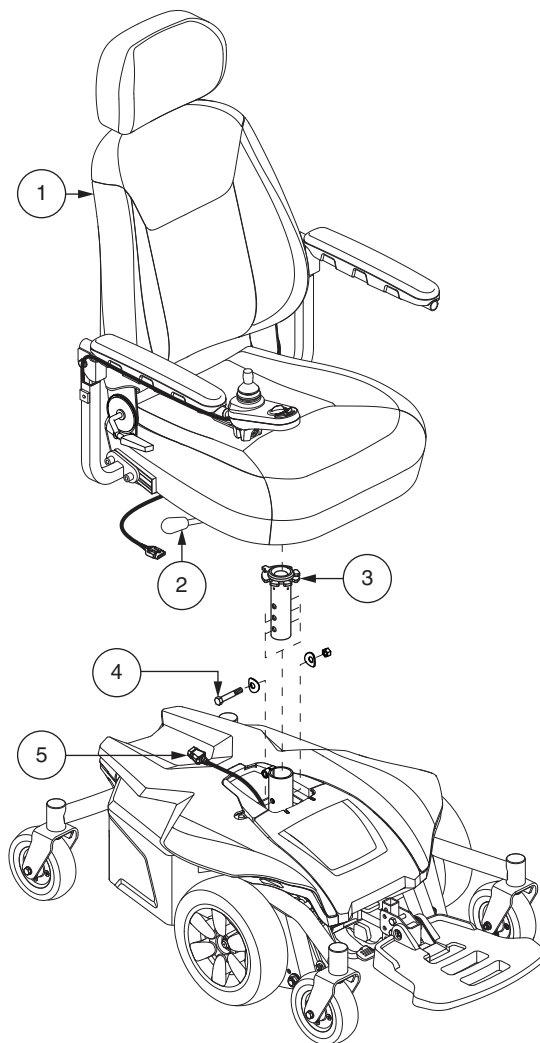

Bild 10. Einstellung der Sitzhöhe
3. Ziehen Sie den/die Steuerungsstecker aus dem Netzteil. **Siehe Bild 10.**
4. Klappen Sie den Sicherungsriegel des Sitzes hoch. **Siehe Bild 10.**
6. Lösen Sie die Befestigungselemente an der Rückseite der Sitzstütze. **Siehe Bild 10.**
7. Entfernen Sie die Sitzhöhen-Verstellschraube, die Unterlegscheiben und die Mutter von der Sitzstütze. **Siehe Bild 10.**
Falls Ihr Elektrorollstuhl mit einem Liegesitz ausgestattet ist, können Sie den Rücklehnenwinkel mit dem Lösehebel der Rücklehnen einstellen. Siehe Bild 10.